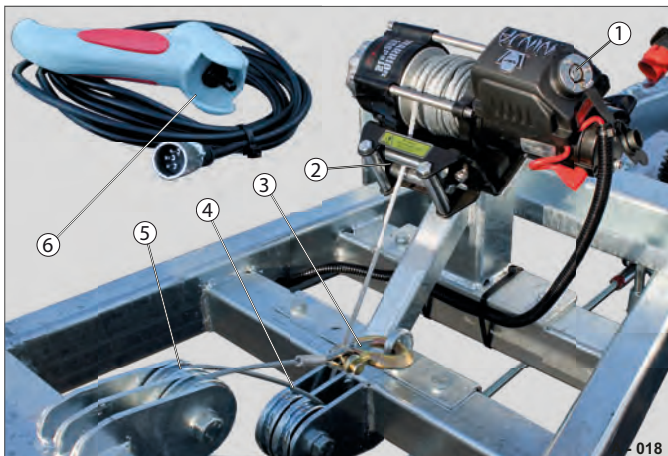
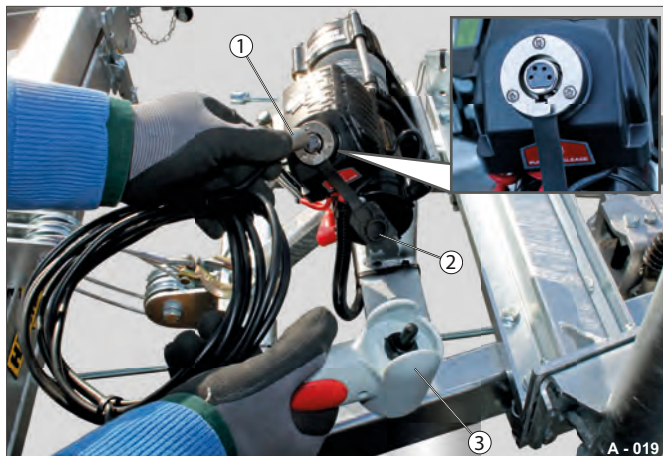

Fig. 9 Spil i kørselsstilling
Fig. 10 Tilslutning af fjernbetjeningen
- ▶ Træk lukkekappen (Fig. 10 /2) af stikbøsningen (Fig. 9 /1).
- ▶ Sæt stikket (Fig. 10 /1) i.
- ▶ Hold hånd-fjernbetjeningen (Fig. 10 /3) fast, og vikl den nødvendige længde kabel ud.